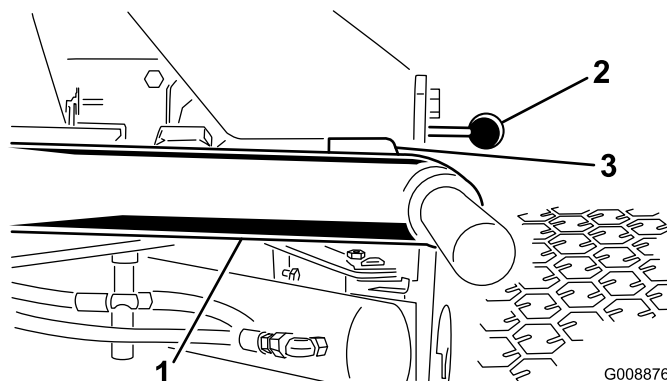

図 25
1. エンジンを開始し、カッティングユニットを上昇させ、各昇降アームとフロア・プレート・ブラケットの間のすきまが 5～8mm になっていることを確認する（図 25）。